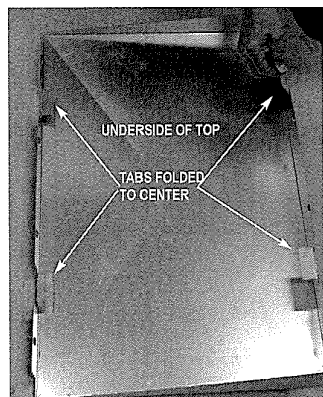

Figura 10
- 10- Doblar hacia el interior las cuatro pestañas de la visera exterior (Figura 10).